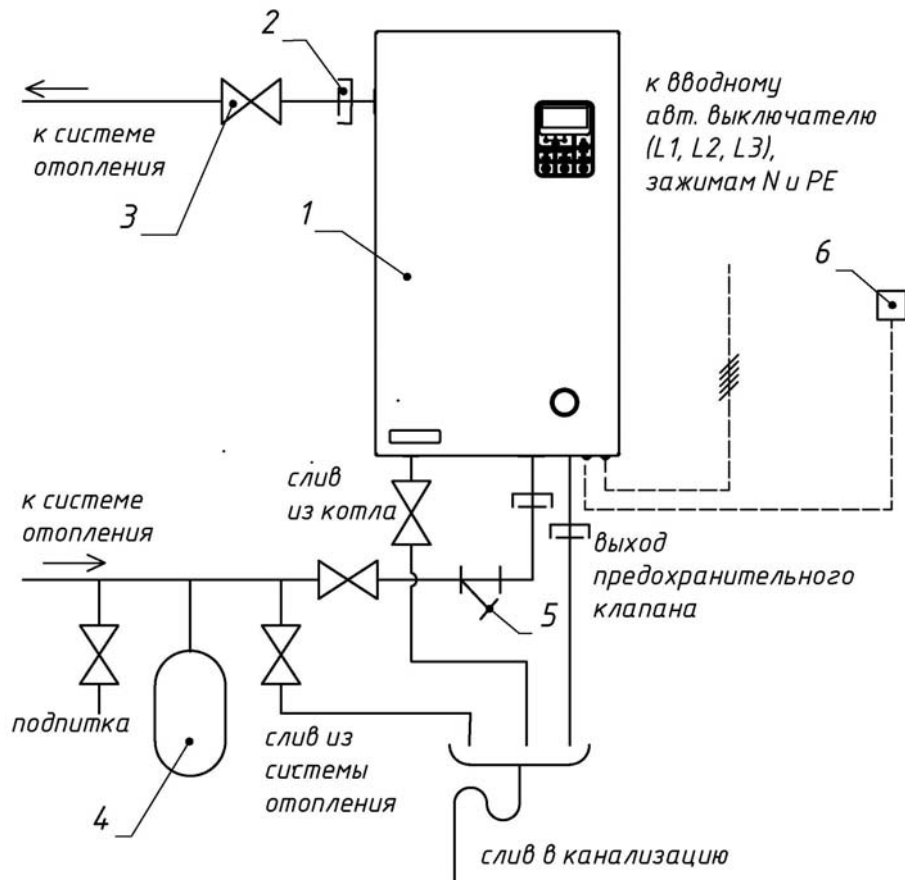
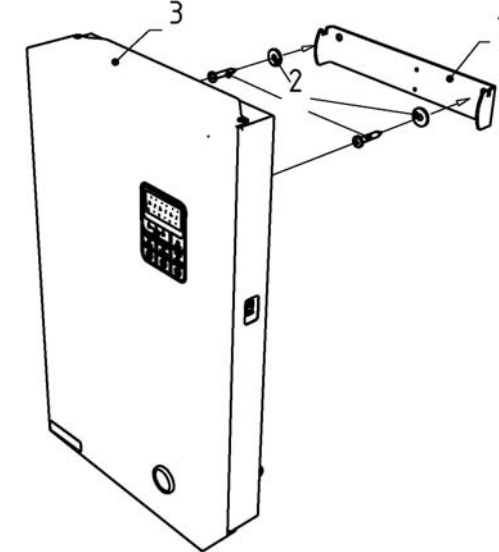

Рис. 6 Упрощенная схема подключения прибора в отопительную систему.
Рис. 7 Монтаж котла на стену
- ✓ Произвести разметку и установить кронштейн (1) (Рис. 7) на поверхности стены в горизонтальном положении. Крепеж (2) подбирается исходя из материала стен.
- ✓ Закрепить прибор (3) на кронштейне (1). Проверить что между прибором и стеной остался зазор обеспечивающий естественную циркуляцию воздуха в приборе.
- ✓ Присоединить прибор к системе отопления через разъемные муфты (Рис. 6) Подключить выход клапана к сливу в канализацию.
- ✓ Для подключения прибора к однофазной сети переменного тока 220В, 50 Гц (модель 7,5 кВт.) на фазных клеммных зажимах должны быть установлены перемычки. (стоят по умолчанию.) Присоедините рабочий нулевой провод на клеммный зажим нейтраль (N), фазный провод на клеммный зажим L1. Провод заземления, подключить на зажим заземления (E).
- ✓ Для подключения прибора к трехфазной сети переменного тока 380В, 50 Гц (модель 7,5 кВт), необходимо убрать переключки, установленные на клеммных зажимах, (на модели 10-30 кВт, переключки не устанавливаются) присоедините рабочий нулевой провод на клеммный зажим нейтраль (N), фазные провода на клеммные зажимы L1, L2, L3. Провод заземления, подключить на зажим заземления (E).